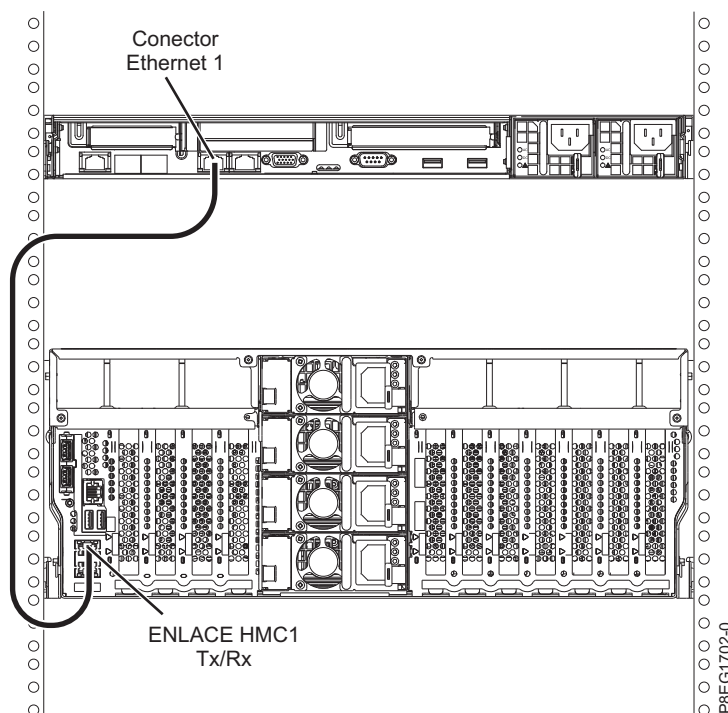

Figura 12. Conexión de la HMC al sistema gestionado
1. Si desea conectar directamente la HMC al sistema gestionado, conecte el **Conector Ethernet 1** de la HMC al puerto **HMC1** del sistema gestionado. Consulte la Figura 12.